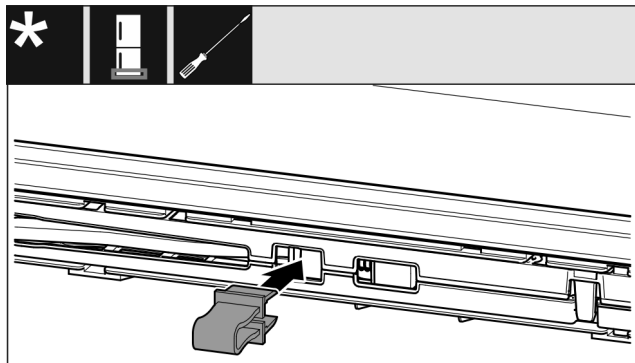

Fig. 14
- ▶ Uglavite osigurač u otvor. (pogledajte Fig. 14)